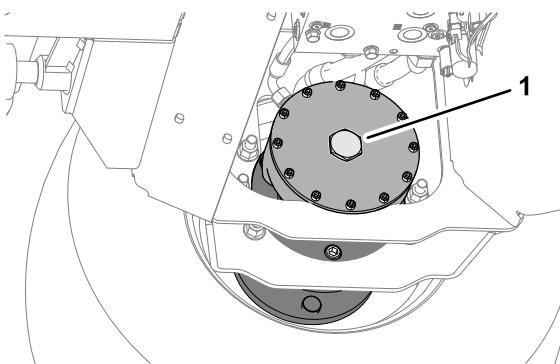

Bild 41
5. Entfernen Sie an der Scheibenbremse des rechten Vorderradmotors die Sechskantschraube (Bild 41).